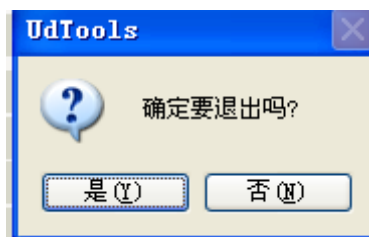

图 3 退出信息框
点击启动界面上的 **退出程序 (Q)** 按钮，会弹出对话框，如图 3 所示，如若真的要退出量产工具，点击 **是 (Y)**，否则，点击 **否 (N)**，或者点击功能卡片区其他卡片按钮切换到别的功能界面。